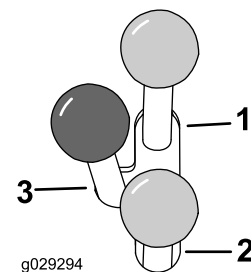

Figure 12
- Pour utiliser un accessoire hydraulique en marche avant, poussez le levier de commande hydraulique auxiliaire en avant (Figure 12).
- Pour utiliser un accessoire hydraulique en marche arrière, poussez le levier de commande hydraulique auxiliaire en arrière (Figure 12).
**Remarque:** Si vous relâchez le levier alors qu'il est en position MARCHE AVANT ou MARCHE ARRIÈRE, il revient automatiquement en position POINT MORT (Figure 12, repère 3).